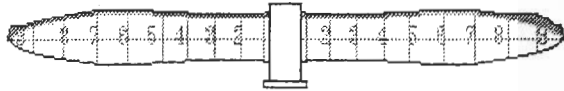

Fig3.10
1. Fig3.10 のように 3.6.でケガキ線を入れた各半径位置にマジックで印を付け番号を振り、万力で Fig3.11 のように固定する。この時ステンレスの板を挟むとボスが滑りにくい。